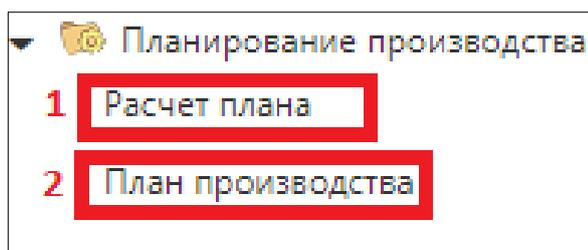

Рисунок 3.7.1 – Модуль «Планирование производства»
Данный модуль состоит из двух подразделов: (1) «Расчет плана» (3.7.1) и (2) «План производства» (рис. 3.7.1).